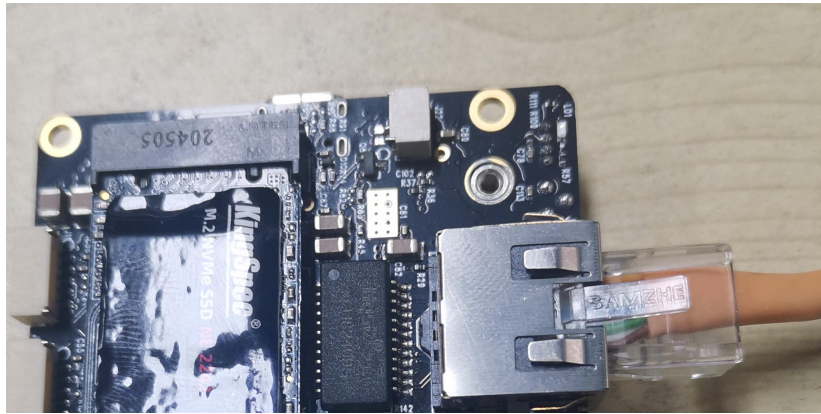

图 3-14
1) 用网线分别通过交换机连接板卡的网口与 PC 机如图 3-14 所示